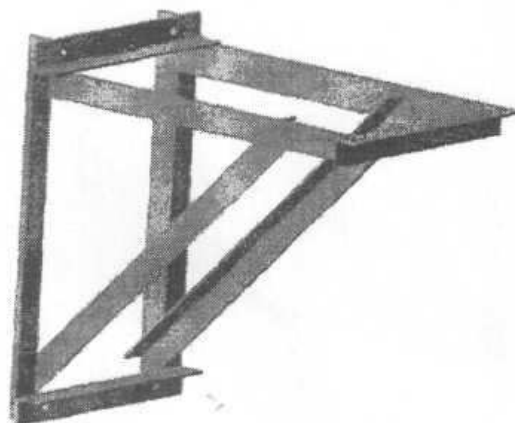

Рис.8
1.7.2. В состав монтажного комплекта входит «Рама» (рис.8) для установки ВМ на опору ВЛ и набор крепежных элементов и метизов. Комплектность согласно упаковочной ведомости МК.